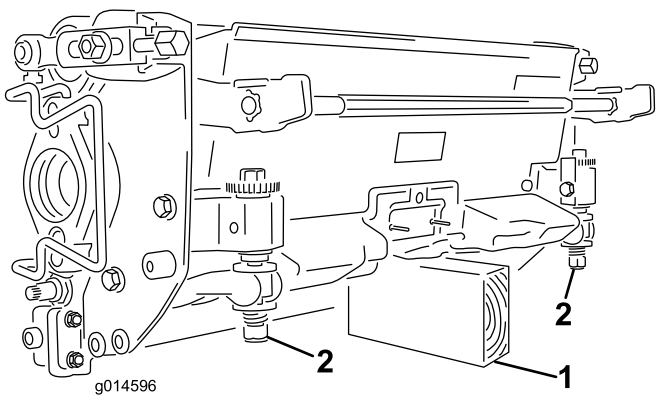

Figure 44
**Important:** Chaque fois que vous devez basculer l'unité de coupe, soutenez l'arrière pour empêcher les écrous situés sur les vis de réglage de la barre d'appui de reposer sur la surface de travail (**Figure 44**).